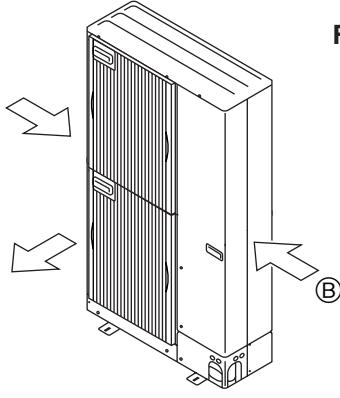

Fig. 3-4
- ③ Bringen Sie die Anlage so an, dass die Abluft aus der Luftaustrittsöffnung im rechten Winkel zu derjenigen Richtung geführt wird, aus der saisonal bedingt starker Wind bläst. (Fig. 3-4)
- ④ Windrichtung